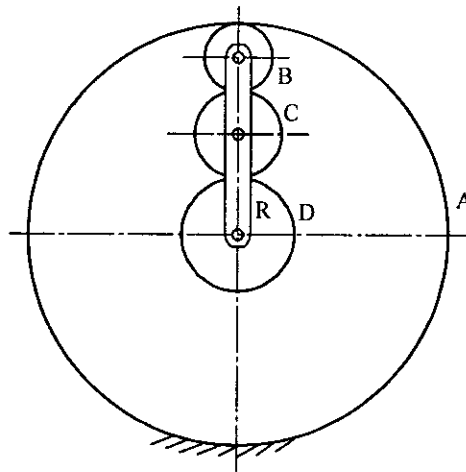

Fig. 7.26
**Solution :** (Refer fig. 7.26)